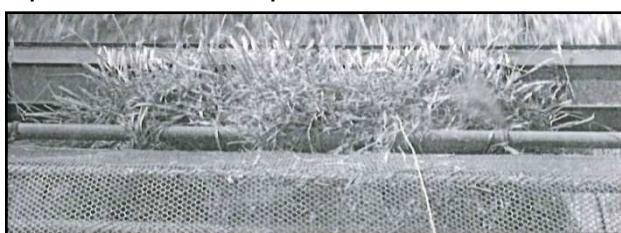

Рисунок 6.7
**ВНИМАНИЕ!** На уборке однолетних злаковых трав, в зависимости от урожайности, скорости уборки и усилия поджатия валка роликом нормализатора, возможно прохождение массы между роликом и трубой гребенки нормализатора и постепенное накапливание массы на нормализаторе (см. рисунок 6.7). Это может привести к необходимости периодической остановки и очистки нормализатора от остатков.